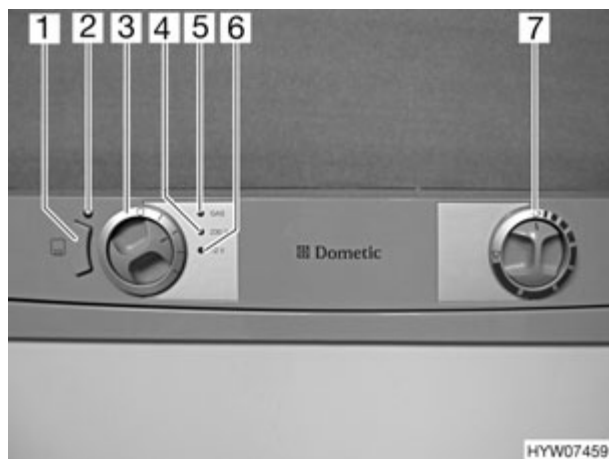

Fig. 121 Boutons de commande pour le réfrigérateur (variante 5)
En cas de températures extérieures élevées et d'humidité importante de l'air, il est possible que des gouttes d'eau se forment au niveau du cadre métallique du compartiment congélation. C'est pourquoi le réfrigérateur est équipé d'un chauffage du cadre pour le compartiment congélation. En cas de températures extérieures élevées et d'humidité importante de l'air, allumer le chauffage du cadre grâce à la touche (Fig. 121,1). Ceci permet d'éviter la corrosion. Lorsque le chauffage du cadre est activé, le voyant de contrôle est allumé (Fig. 121,2).
- Placer le sélecteur de source d'énergie (Fig. 121,3) sur "GAS".
- Régler le bouton tournant (Fig. 121,7) sur la puissance maximale. L'arrivée de gaz est ouverte. L'allumage s'effectue de manière automatique. Un tic-tac est distinctement perceptible jusqu'à ce que la procédure d'allumage soit effectuée avec succès. Le voyant de contrôle "GAS" jaune (Fig. 121,5) s'allume.
- Placer le sélecteur de source d'énergie (Fig. 121,3) sur "0". L'appareil est alors coupé.
- Placer le sélecteur de source d'énergie (Fig. 121,3) sur "230 V". Le voyant de contrôle "230 V" vert (Fig. 121,4) s'allume.
- Régler la température de réfrigération avec le bouton tournant (Fig. 121,7).
- Placer le sélecteur de source d'énergie (Fig. 121,3) sur "12 V". Le voyant de contrôle "12 V" vert (Fig. 121,6) s'allume.